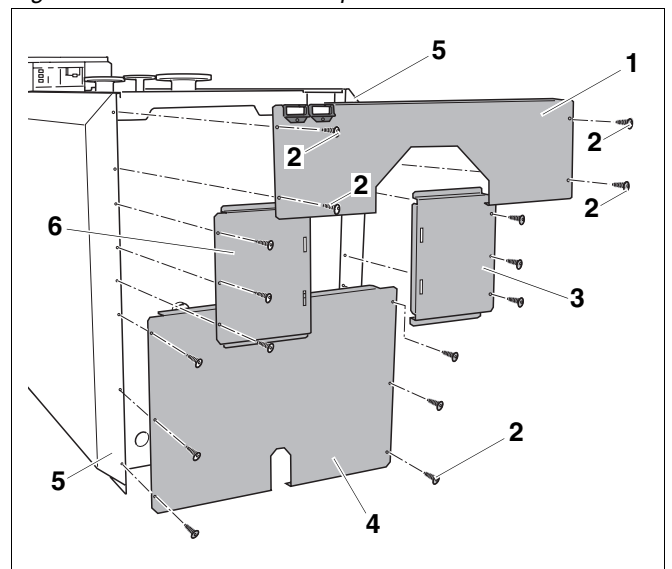

Fig. 43 Monter les éléments du panneau arrière
- Fixer le panneau arrière inférieur (fig. 43, **pos. 4**) avec les 6 vis (fig. 43, **pos. 2**) sur les panneaux latéraux arrière (fig. 43, **pos. 5**).
- Poser les panneaux arrières centraux (fig. 43, **pos. 3 et 6**) sur le panneau arrière inférieur (fig. 43, **pos. 4**). Les encoches doivent être orientées vers l'intérieur.
- Visser les panneaux arrières centraux avec les 6 vis (fig. 43, **pos. 2**) sur les panneaux latéraux arrière (fig. 43, **pos. 5**).
- Poser le panneau arrière supérieur (fig. 43, **pos. 1**) avec les bords sur les panneaux arrières centraux (fig. 43, **pos. 3 et 6**) et glisser dans les fentes des capots latéraux de la chaudière.
- 2 Insérer les 2 vis (fig. 43, **pos. 2**) en haut par les panneaux arrières, les panneaux latéraux arrière et les traverses latérales et serrer à fond.
- Assembler les panneaux arrières et latéraux en bas avec les 2 vis (fig. 43, **pos. 2**).